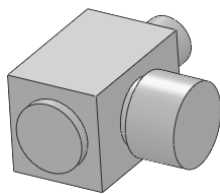

图 7-55 创建退刀槽圆柱
(1) 新建草图。选择长方形基体上 24 mm×23 mm 的另一个面, 单击“草图”工具栏中的 (草图绘制) 按钮, 在其上新建一张草图。
(2) 绘制圆。单击“草图”工具栏中的 (圆) 按钮, 或选择菜单栏中的“工具”→“草图绘制实体”→“圆”命令, 以坐标原点为圆心绘制一个圆。
(3) 标注圆的尺寸。单击“尺寸/几何关系”工具栏中的 (智能尺寸) 按钮, 或选择菜单栏中的“工具”→“标注尺寸”→“智能尺寸”命令, 标注圆的直径尺寸为 17 mm。
(4) 创建退刀槽圆柱。单击“特征”工具栏中的 (拉伸凸台/基体) 按钮, 或选择菜单栏中的“插入”→“凸台/基体”→“拉伸”命令, 在弹出的“凸台-拉伸”属性管理器中设置拉伸终止条件为“给定深度”, 在 (深度) 文本框中输入“2.5”, 其他选项保持系统默认设置, 单击 (确定) 按钮, 生成退刀槽圆柱, 如图 7-55 所示。